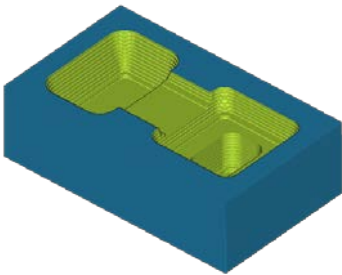

图 4.2.26 2D 仿真结果
Step4. 使用 2D 动态仿真。在“刀轨可视化”对话框中单击 2D 动态选项卡，采用系统默认参数设置，调整动画速度后单击“播放”按钮，即可演示刀具按刀轨运行，完成演示后的模型如图 4.2.26 所示，仿真完成后单击 确定 按钮，完成仿真操作。